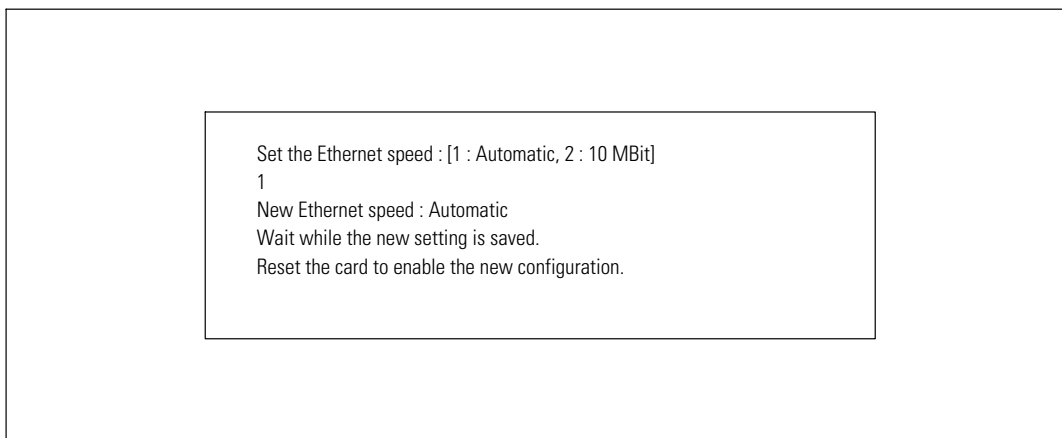

図 43. イーサネット速度設定
- **イーサネット速度の設定**：ネットワーク速度の変更方法（図 43を参照）。新しいパラメータをアクティブにするには、カードを再起動します。